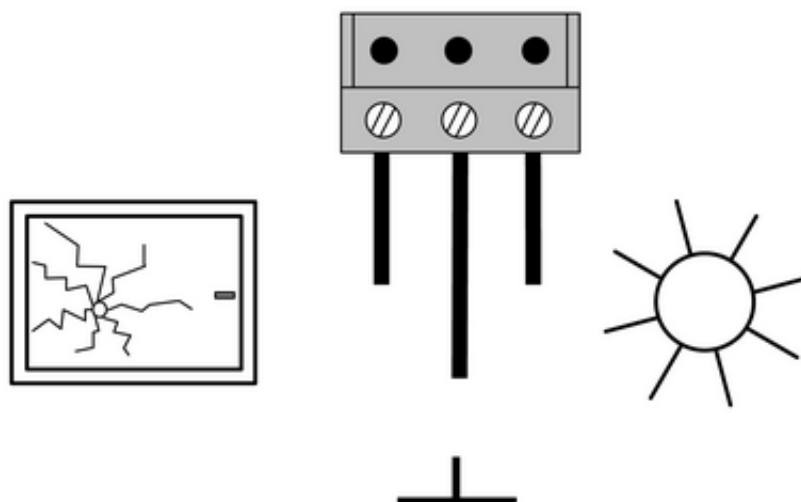

Рисунок 6: Присоединение к блоку зажимов
- Подключите датчики, как показано на рисунке (рисунок 6). Слева и посередине подключается датчик целостности стекла, а посередине датчик солнечного света. На датчиках есть обозначение «Масса». На адаптере и на кабеле удлинения есть обозначение «Солнце». «Масса» - центральный провод.